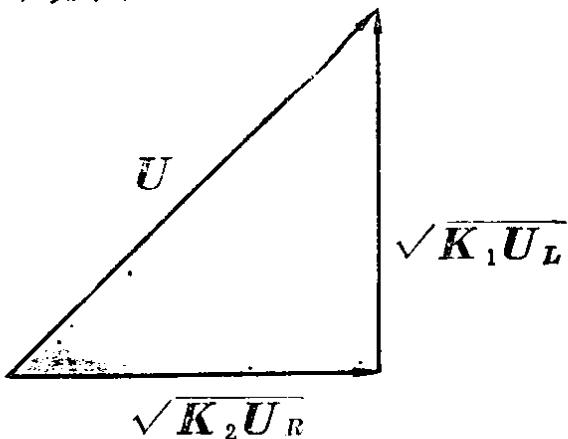

图 1—7 日光灯电路的矢量图
4. 确定镇流器上电压，日光灯电路的负载是灯管，它属于电阻性的。镇流器是电抗元件，属电感性的。把他们的关系用矢量图表示如图1—7。